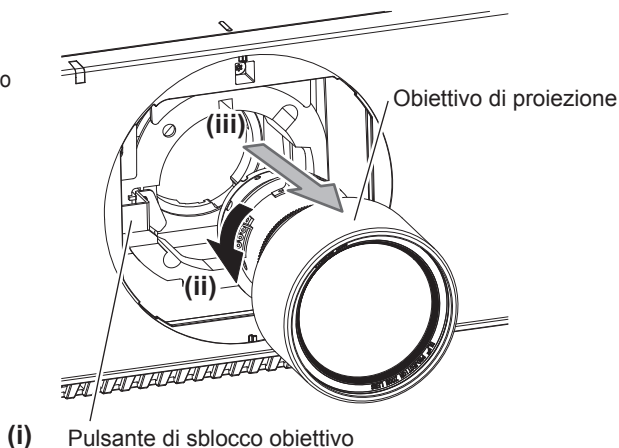

Fig. 2
- 2) Mantenendo premuto il pulsante di sblocco obiettivo, ruotare l'obiettivo di proiezione in senso antiorario fino a rimuoverlo. (Fig. 2)